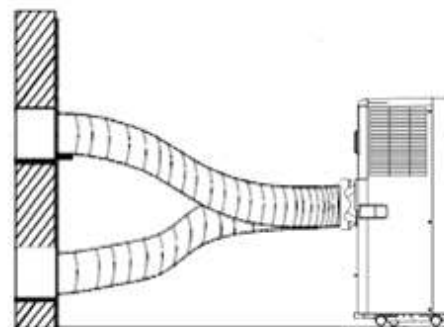

Fig. 9 Tuyau d'évacuation d'air : Raccordement correct
- Pour le type de fenêtre Fig.9), veuillez noter que le butoir à air chaud peut être acheté auprès de notre service après-vente ou via notre page d'accueil pour sceller les surfaces supérieure et inférieure.